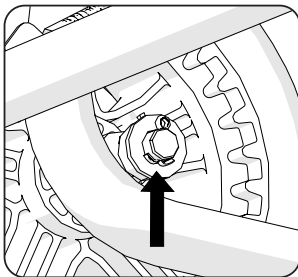

Fig. 2
- Doble las púas del pasador alrededor del perímetro del eje en direcciones opuestas. (Fig. 2)